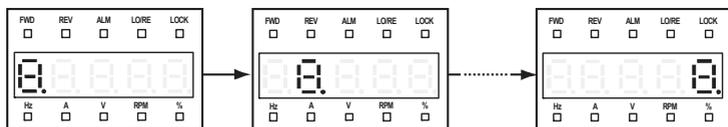

图 5-13 操作面板自检开始显示
1. 同时按下 **▶▶** 键和 **◀◀** 键，操作面板五位数码管将从左到右依次显示“8”，循环 3 遍，如图 5-13 所示。